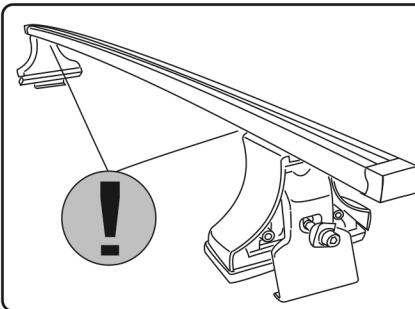

рис. 17
5. Для определения местоположения опор на крыше руководствуйтесь информацией на наклейках, размещенных на нижней стороне дуг или на прижимах (рис. 17).